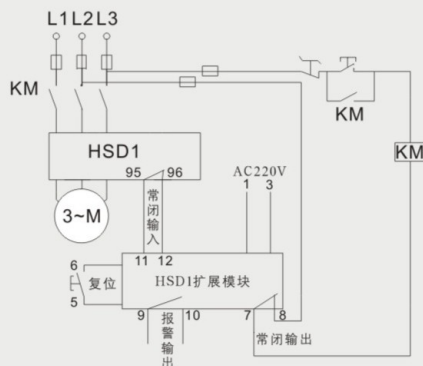

图4 扩展模块接线图
- 5.7 对需要常开报警输出以及手动复位功能，用户必须与HSD1扩展模块配合使用。见图4